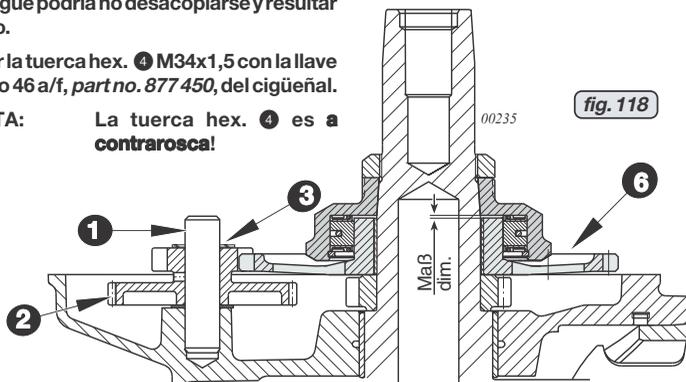

fig. 118
14.2) Embrague del arranque (trinquete) Ver fig. 118 y 120.
14.2.3) Desmontado del trinquete Ver fig. 118, 120, 121 and 122.
◆ **ATENCIÓN:** Comprobar la holgura axial 10 de la rueda libre. Ver fig. 118 y par 15.